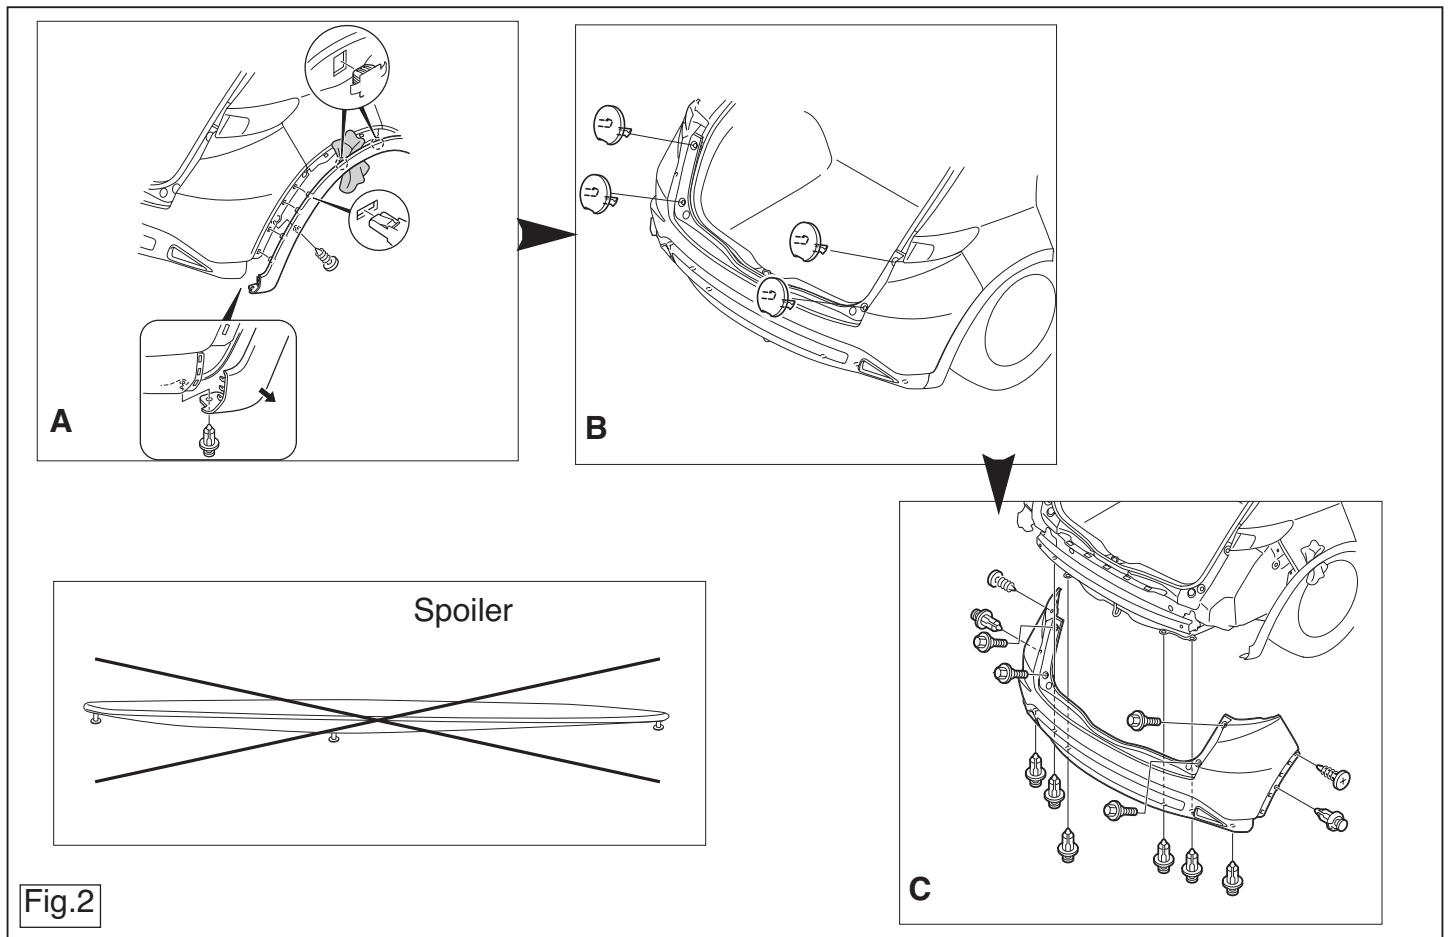

Fig.2
3. Remove the bumper. (See figure 2).
11. Fit the bumper. (See figure 2).
3. Die Stoßstange abmontieren. (Siehe Abbildung 2).
11. Die Stoßstange montieren. (Siehe Abbildung 2).
3. Démonter le pare-chocs. (Voir la figure 2).
11. Mettre en place le pare-chocs. (Voir la figure 2)
3. Снять бампер. (См. рисунок 2).
11. Установить бампер. (См. рисунок 2).
3. Demonter kofangeren. (Se fig 2).
11. Monter kofangeren. (Se fig 2).